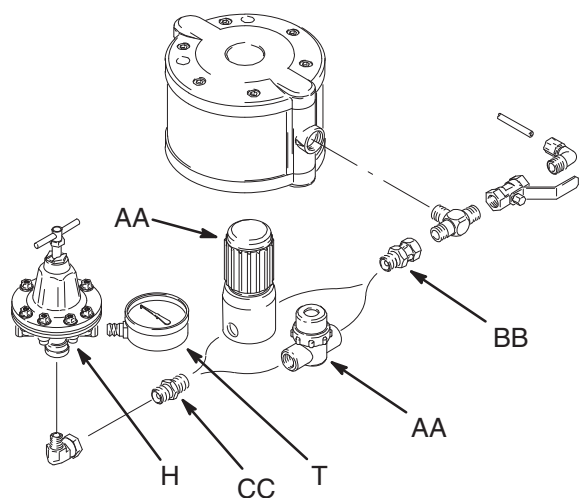

图 2
在泵流体出口及喷枪流体软管接头之间安装流体过滤器，请参阅图 2。如有流体调节器 (H)，则必须将其旋转，这样量规 (T) 才可清洁过滤器。